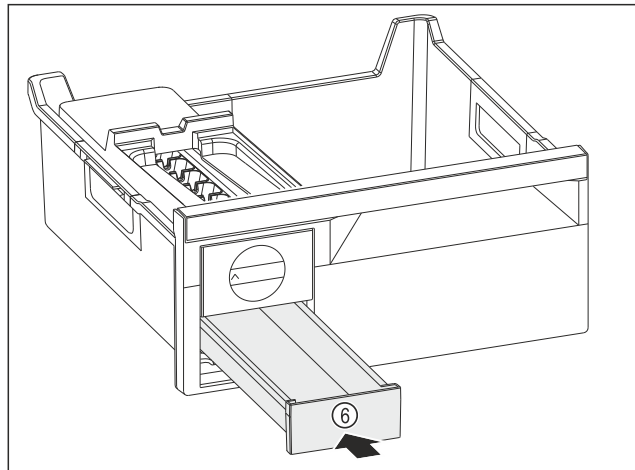

Fig. 116
- ▶ Sett inn isterningsskuffen Fig. 116 (6).